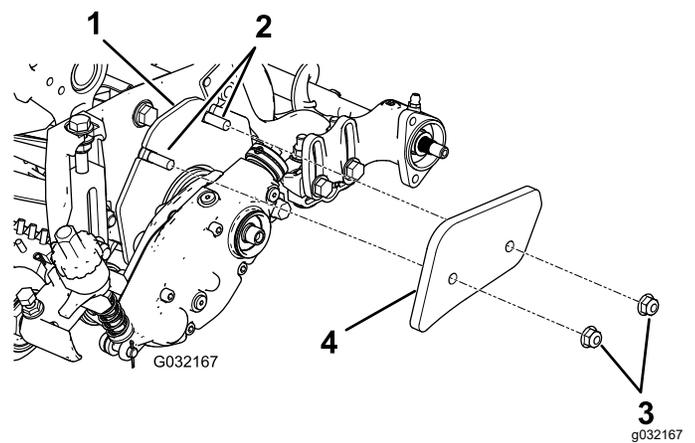

Figura 5
- Apparati di taglio idraulici da 12,7 cm: come illustrato nella Figura 5; componenti in dotazione con il kit spazzola (modello 03658).